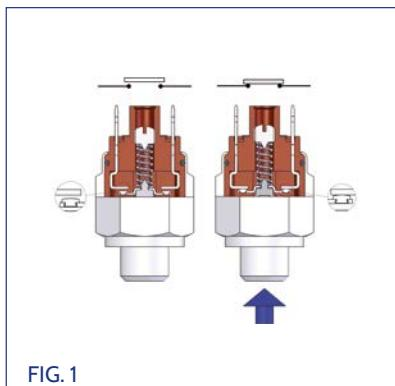
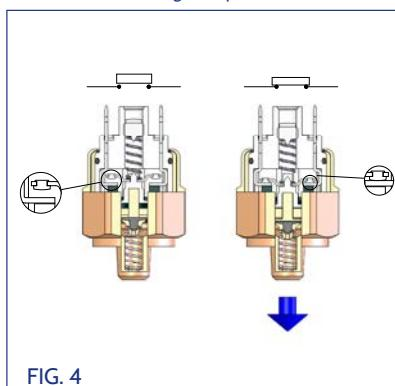

FIG. 1
FIG. 4
- Nella versione NORMALMENTE APERTA (N.O.) Fig. 1 (Fig. 4 per il vuoto), il contatto si presenta aperto, ossia non esiste passaggio di corrente in assenza di pressione. Al raggiungimento della pressione di taratura il contatto elettrico si chiude.
- In the **NORMALLY OPEN (NO)** version shown in Fig. 1 (Fig. 4 for vacuum) the contact is open, i.e. no current flows through it in the absence of pressure. When the set pressure is reached, the electric contact closes.